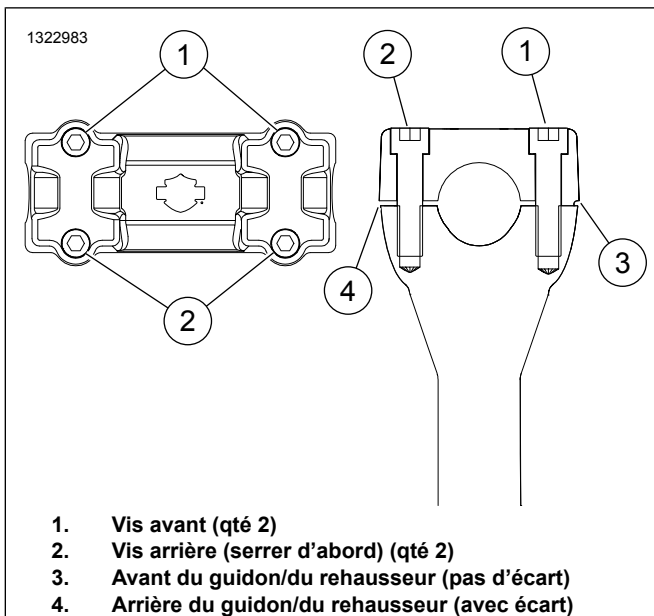

Figure 6. Montage du guidon (typique)
- a. Positionner le rehausseur (3) sur la tige de fourche supérieure.
- b. Installez les vis de rehausseur (4). Ne serrez pas encore les vis.
- a. Installer, sans serrer, la pince du rehausseur (1) avec le texte faisant face au motocycliste.
- b. Installer les vis de serrage (2).
4. Voir la Figure 6. Serrer les vis de serrage dans l'ordre.
- c. Serrez les vis arrière (2).